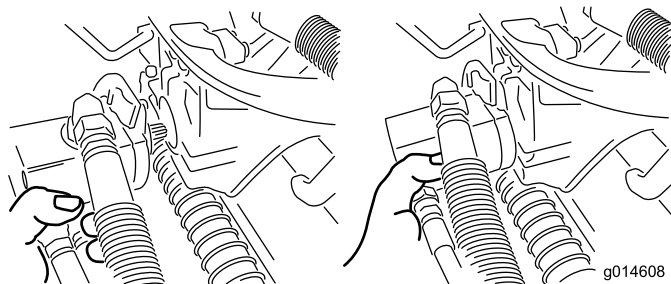

Figura 36
3. Mueva el motor al lugar de almacenamiento en la parte delantera del brazo de suspensión (Figura 36).